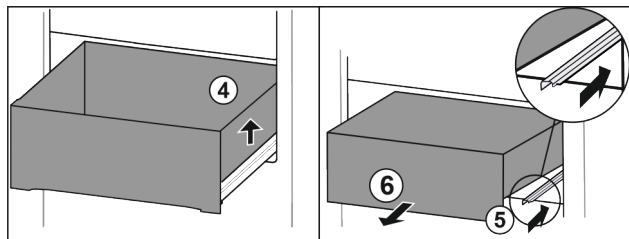

Fig. 20
- ▶ Приподнимите выдвижной ящик справа. Fig. 20 (4)
- ▶ Вставьте правую направляющую. Fig. 20 (5)
- ▶ Извлеките выдвижной ящик движением вперед. Fig. 20 (6)